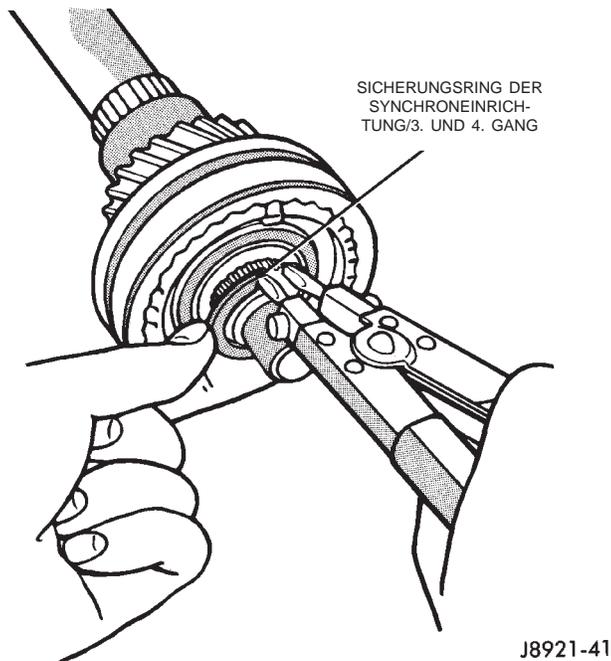

Abb. 116 Sicherungsring der Synchronleinrichtung/3. und 4. Gang ausbauen
(11) Das Nadellager des Gangrads für den zweiten Gang von der Abtriebswelle oder vom Gangrad für den zweiten Gang abnehmen.
(12) Den passend gewählten Sicherungsring entfernen, mit dem die Synchronleinrichtung für den dritten und vierten Gang auf der Abtriebswelle befestigt ist (Abb. 116).